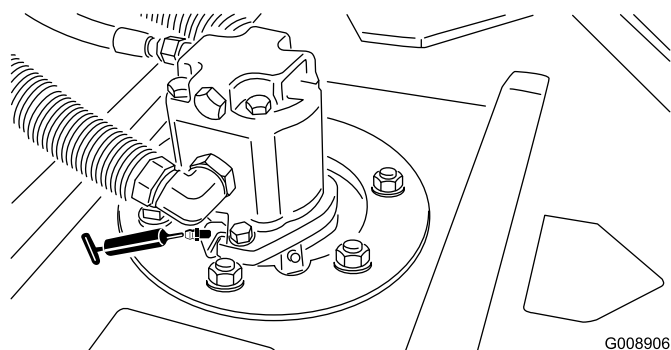

図 37
- カuttingユニットのスピンドルシャフトのベアリングユニット2台に1ヶ所 図 37。